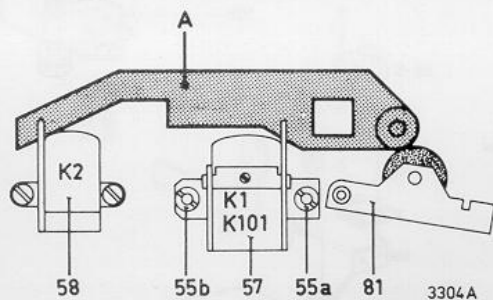

Fig. 3
A. Hoogte-instelling van de opneem/weergefeekop K1/K101 rechterzijde (Fig. 3)